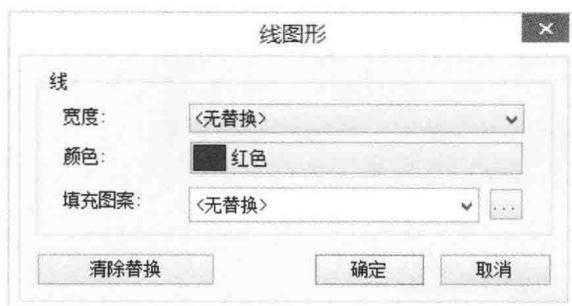

图 1.2-2
- 1) 图形替换：控制线型和颜色，如图 1.2-2 所示。